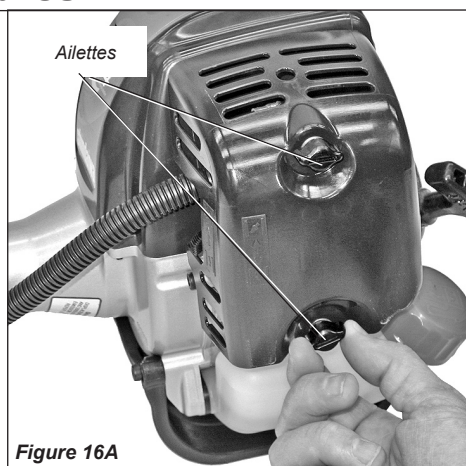

Figure 16A
1. Retirer le couvercle du filtre à air en desserrant les deux vis à ailettes. Voir figure 16A.